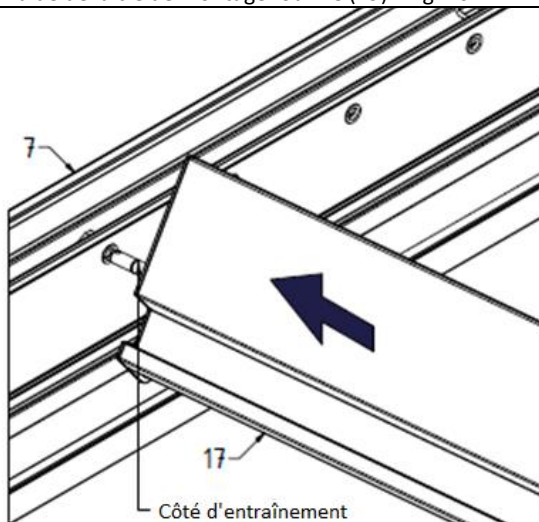

Fig. 15
15. Insérer successivement les lames d'entraînement dans les trous marqués de la poutre de poussée d'entraînement. Soulever les lames au-dessus de la poutre, les insérer en diagonale dans la poutre de poussée de roulement (7) - Fig. 15, puis abaisser l'extrémité opposée et l'insérer dans la poutre de poussée de roulement (8). L'extrémité côté palier doit être fixée depuis l'intérieur de la poutre avec un liant DIN6799 - 10 à l'aide de la clé de montage fournie (19) - Fig. 16.